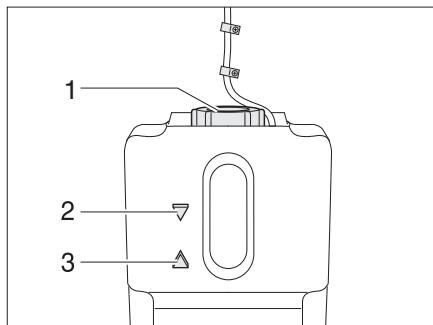

Fig. 393 Recipiente de compensación para la calefacción de agua caliente
- Comprobar si en el recipiente de compensación (Fig. 393) el líquido está entre las marcas "MIN" (Fig. 393,3) y "MAX" (Fig. 393,2).
- Abrir la tapa giratoria (Fig. 393,1) del recipiente de compensación.